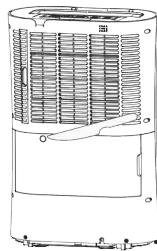

Abb. 4
3. Aus der Tür (8) brechen Sie den Verschlussstopfen (10) der Öffnung für den Ablauchschlauch (Abb. 4) aus. Um die Verbindungsherstellung zu erleichtern, können Sie das Wasserbehälter (9) demontieren.